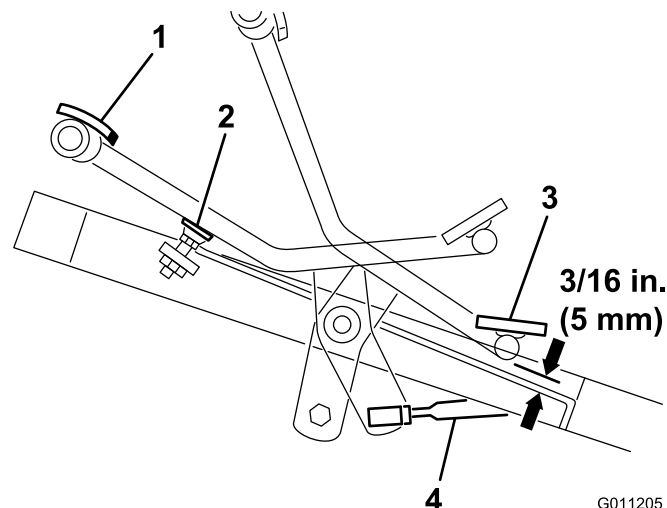

Figura 44
1. Pressione o pedal de tracção completamente para a frente até a bobina da válvula da secção nº 5 estar completamente saída. O pedal deve estar em contacto com o batente do pedal (Figura 44).
2. Verifique a distância entre a parte inferior do pedal e o apoio para o pé, conforme indicado em Figura 44. A distância deve ser de aproximadamente 5 mm. Se a distância for superior ou inferior a 5 mm, é necessário efectuar um ajuste à barra de controlo de tracção. Proceda da seguinte maneira:
- A. Retire a porca de bloqueio e a junta esférica que fixam a barra de controlo (Figura 44) à articulação do veio de tracção.